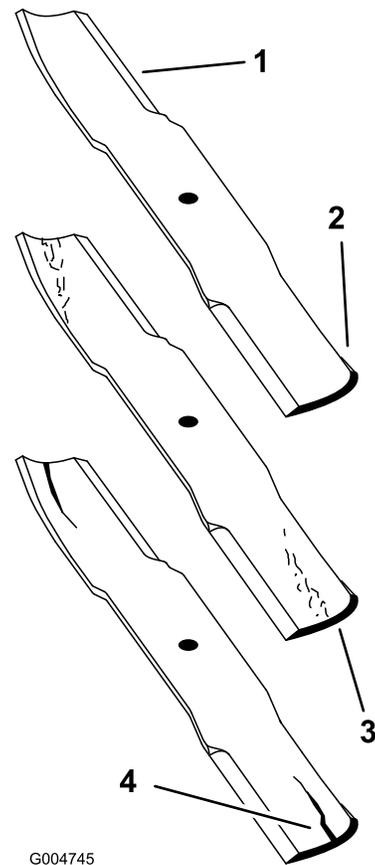

Figura 62
1. Inspeccione los filos de corte (Figura 62). Si los bordes no están afilados o tienen muescas, retire las cuchillas y afílelas. Consulte Afilado de las cuchillas.
2. Inspeccione las cuchillas, especialmente la parte curva (Figura 62). Si observa fisuras, desgaste o la formación de una ranura en esta zona (elemento 3. en la Figura 62), instale de inmediato una cuchilla nueva.